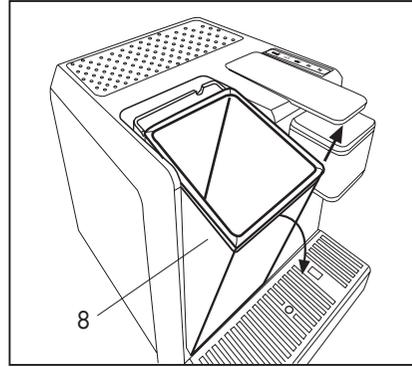

Fig. 1
- Extraiga el depósito (8) girándolo externamente y levantándolo hacia arriba. **(Fig.1)**